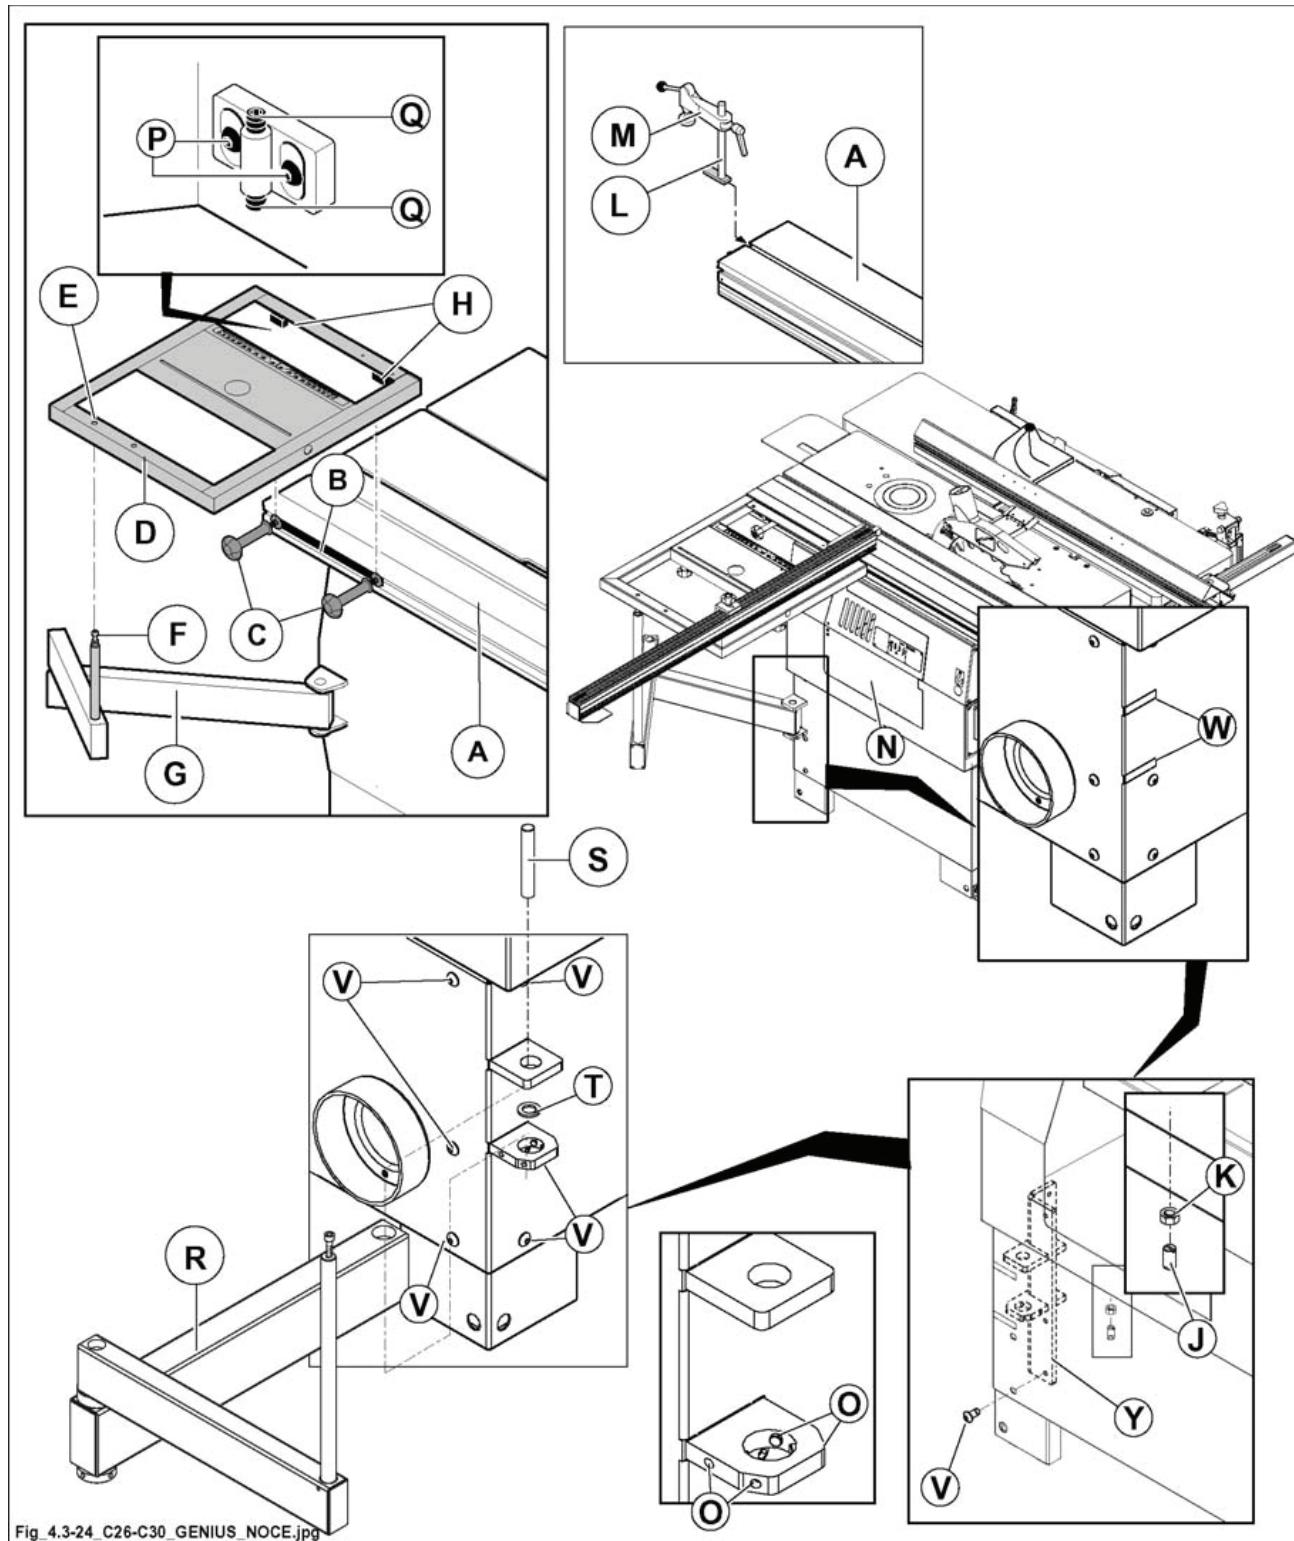

Рис. 4.3-24
- Ослабить фиксаторы С (рис. 4.3.24);
Ослабить винты Р (рис. 4.3.24) и провести регулировку по высоте винтами Q (рис. 4.3.24).
- После завершения процедуры затянуть винты Р (рис. 4.3-24) и фиксаторы С (рис. 4.3-24).
- Смонтировать шаровой винт J (рис. 4.3-24), закрепив его гайкой K (рис. 4.3-24).
**Теперь можно приступить к закреплению шкал А и В (рис. 4.3-24А). Соответствующая процедура описана ниже.**
- Установить базовую линейку R (рис. 4.3-24А) на сторону "1" опорной рамы (см. параграф 4.3.24.2) в положение для выполнения ортогональных распилов ( $0^\circ$ ).
Если положение  $90^\circ$  телескопической линейки сбито, извлечь заглушку Т (рис. 4.3-24А) и отрегулировать линейку винтом V (рис. 4.3-24А).